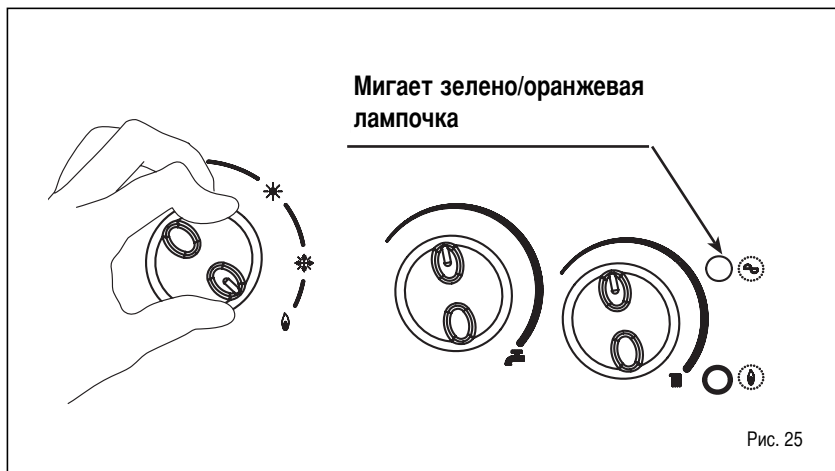

Рис. 25
4.6.2 Функция трубочиста (Рис. 25)